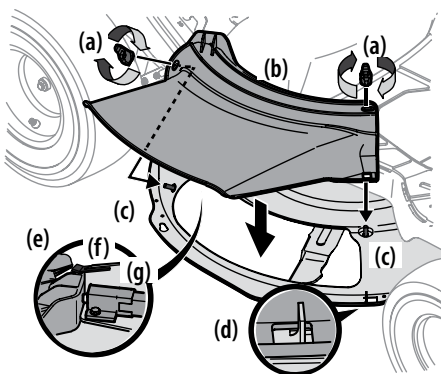

Figura 2-9
1. Extraiga las perillas de aleta (a) que se instalaron en la plataforma de corte y consérvelas para colocarlas posteriormente. Consulte la Figura 2-9.
- Coloque el canal de la plataforma (b) en la abertura de descarga sobre la plataforma. Los espárragos (c) en la superficie de la plataforma calzarán en los orificios de la parte superior del canal de la plataforma (b). La pequeña lengüeta (d) del borde de la plataforma calzará en el recorte cuadrado de la parte inferior del canal de la plataforma (b). Consulte la Figura 2-9.
- Sujete el canal de la plataforma (b) ajustando las perillas de aleta (a) que se extrajeron en el paso 1. Consulte la Figura 2-9.